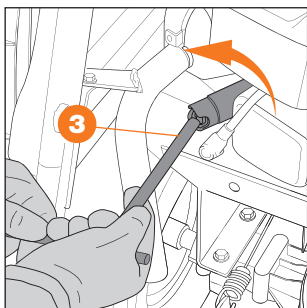

Рис. 38
- Свечным ключом выкрутите свечу ❷ (Рис. 38).